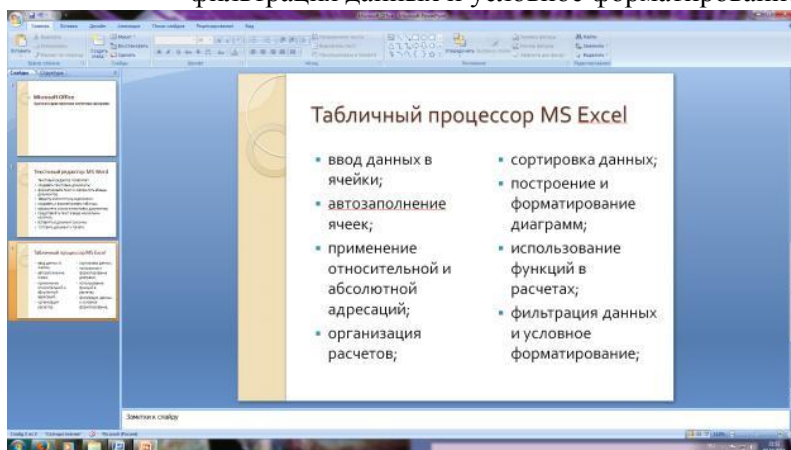

Рис. 5.Слайд презентации – текст в две колонки
3. Введите содержание в колонки. Щелчок мыши по метке-заполнителю колонки позволяет вводить в нее текст (рис.5).